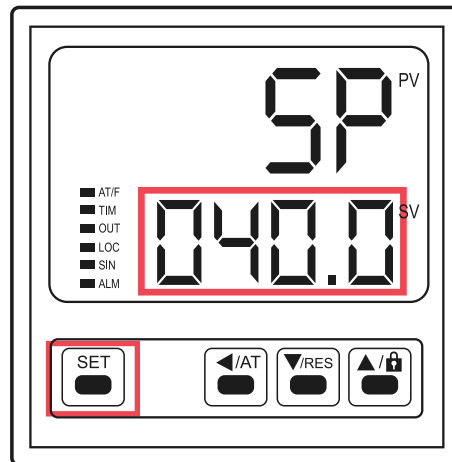

Figura 5. Definir temperatura
2. Definir la temperatura: Presione el botón “SET”. Programe la temperatura deseada utilizando los botones: de desplazamiento (◀), de disminución (▼) y de aumento (▲). Después, oprima 2 veces “SET” para confirmar los parámetros (Figura 5).